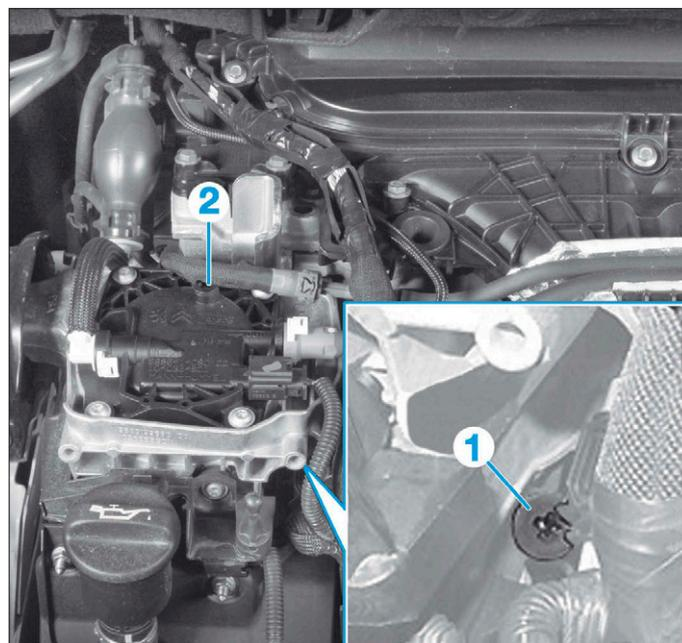

FIG. 59
- Ouvrir les vis de purge en eau (1) et en air (2) (Fig.59).
- Ouvrir la vis de purge (1) (Fig.59).
- Refermer les vis de purge (1) et (2).